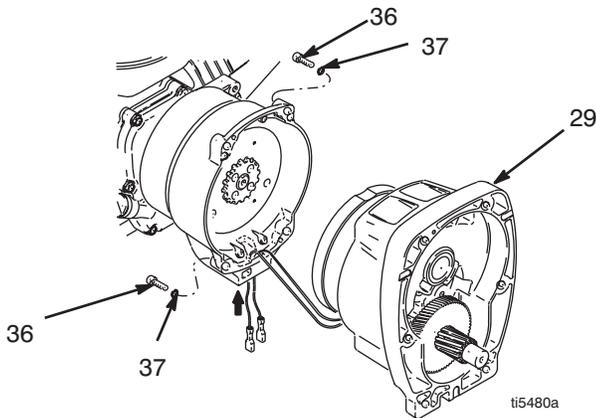
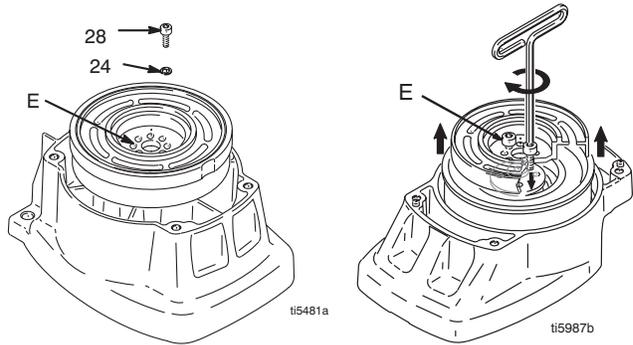

FIG. 4
FIG. 5
2. FIG. 4. Scollegare i connettori del cavo della frizione dal controllo della pressione.
- a. Rimuovere le due viti (71) e abbassare il coperchio (130a).
3. FIG. 4. Rimuovere le quattro viti (36) e il corpo del pignone (29).
4. FIG. 5. Appoggiare il corpo del pignone (29) sul tavolo di lavoro con il rotore rivolto verso l'alto.
5. Rimuovere le quattro viti (28) e le rondelle (24). Installare le due viti nei fori filettati (E) nel rotore. In alternativa serrare le viti fino a quando il rotore non fuoriesce.
9. FIG. 5. Appoggiare il corpo del pignone sul tavolo di lavoro con il rotore rivolto verso l'alto.
10. Applicare Loctite alle viti. Installare le quattro viti (28) e le controrondelle (24). Serrare alternativamente le viti fino a $14,1$ N.m fino a quando il rotore non è fermo. Per mantenere il rotore utilizzare fori filettati.
11. FIG. 4. Installare il corpo del pignone (29) con quattro viti (36) e rondelle (37).